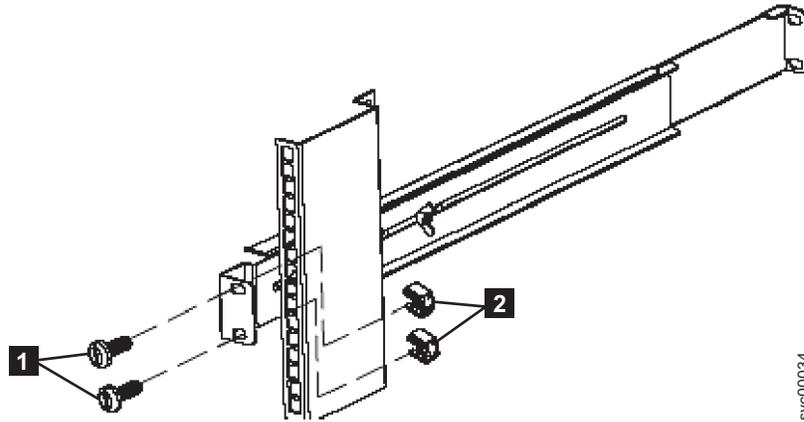

図 27. 2145 UPS-1U への背面レールの固定
6. 2 つの M6 × 10 ねじ **1** (58 ページの図 27) と 2 つのクリップ・ナット **2** を使用して、レールをラック背面に取り付けます。